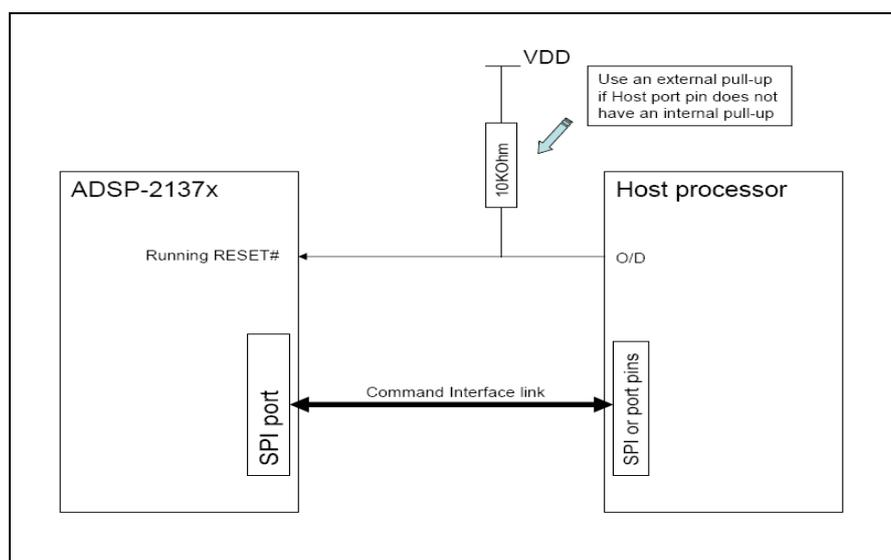

図1.リセット方式の実行を示す一般的なシステム・ブロック図
- もう 1 つの例は、ADSP-2137x SHARCプロセッサ上のランニング・リセット機能と共用される RSTOUT/CLKOUT信号です(図 1参照)。/RESETでのパワーオン時に、この信号はRSTOUT信号として動作します。ソフトウェアを実行してこの信号を入力として設定し、ランニング・リセット信号を動作させます。ADSP-2137xプロセッサ上のRSTOUT/CLKOUT信号は、ランニング・リセット機能を実行する際に使用して、ホストのOD (オープン・ドレイン)出力から駆動される必要があります。パワーアップ時、この信号は出力として設定されます。この状態は、ソフトウェアからこの信号を入力として設定して、ランニング・リセット信号を動作させるまで続きます。この信号をホストのアクティブ・ドレイン出力に接続すると競合が発生して、ドライバが損傷されます。